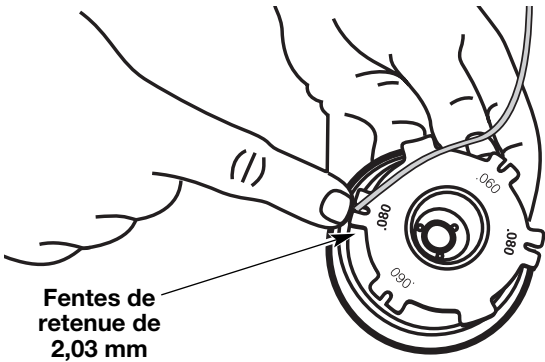

Fig. 14
7. Insérez l'extrémité du fil dans l'une des deux fentes de retenue de 2,03 mm (Fig. 14).